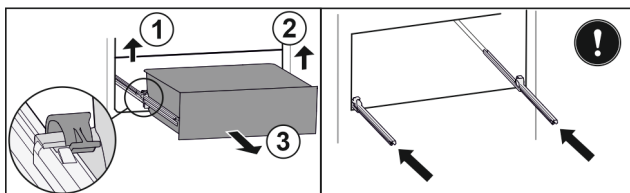

Fig. 143
- ▶ 提起左侧夹子，同时将抽屉左侧向前拉。 Fig. 143 (1)
- ▶ 提起右侧夹子，同时将抽屉右侧向前拉。 Fig. 143 (2)
- ▶ 朝前取出抽屉。 Fig. 143 (3)